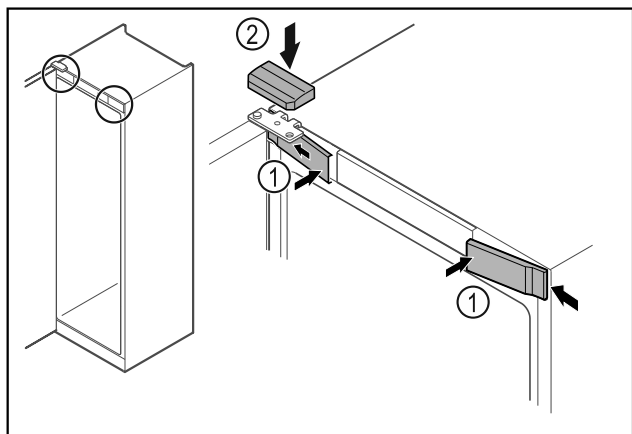

Fig. 68
- ▶ Přední kryty Fig. 68 (1) bočně zahákněte a zaklapněte.
- ▶ Horní kryt Fig. 68 (2) shora zaklapněte.